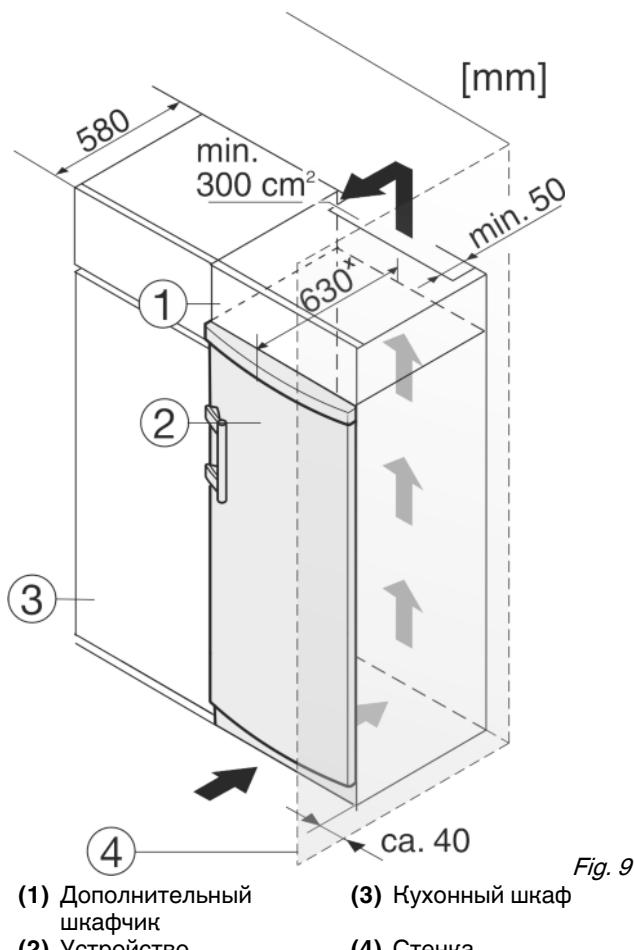

Fig. 9
Если устройство установлено на шарнирах у стены Fig. 9 (4), то расстояние между устройством и стеной должно быть не менее 40 мм. Настолько выступает ручка при открытой дверце.
(1) Дополнительный шкафчик
(2) Устройство
(3) Кухонный шкаф
(4) Стенка
Устройство может быть окружено предметами кухонной обстановки. Чтобы уравнять устройство Fig. 9 (2) по высоте с кухонной стенкой, можно установить над устройством соответствующий дополнительный шкафчик Fig. 9 (1).
При комбинировании с кухонными шкафами (глубина макс. 580 мм) устройство можно установить непосредственно рядом с кухонным шкафом Fig. 9 (3). Устройство выступает сбоку на 34 мм^x и по центру на 50 мм^x относительно передней стенки кухонного шкафа.